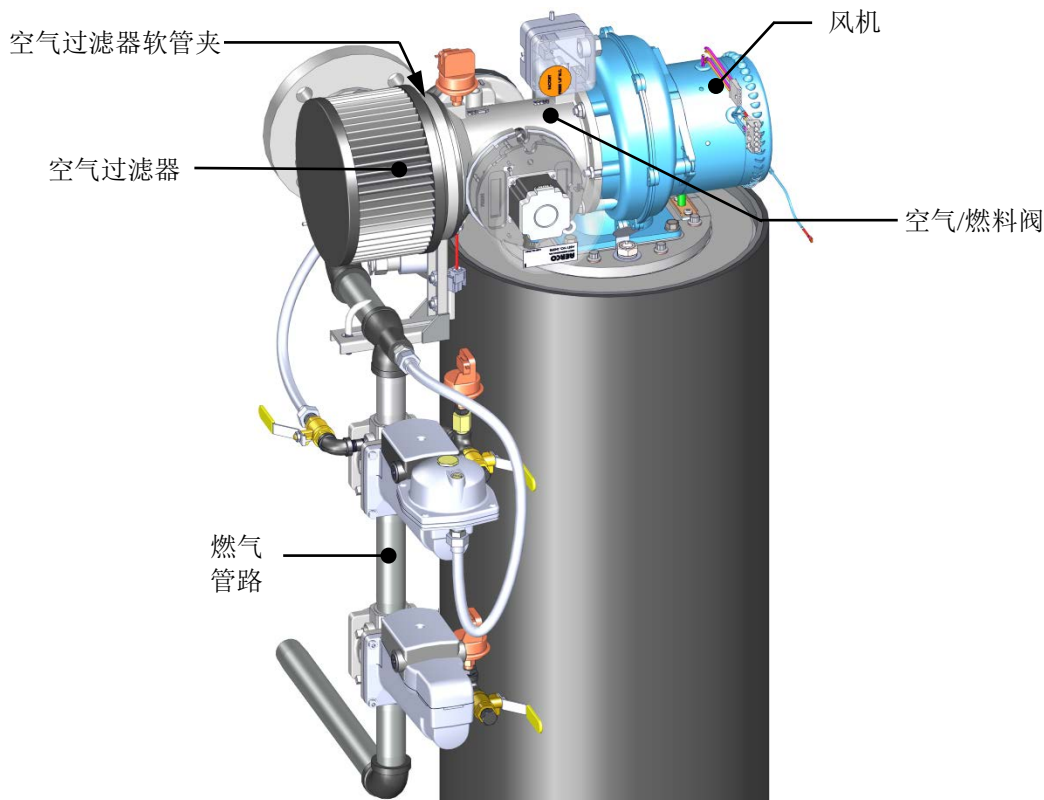

图 7-7: 空气过滤器位置
基准系列锅炉配有一个空气过滤器（部件号 **59139**），应每 12 个月清洁和重新上油，每 24 个月更换一次。空气过滤器位于空气/燃料阀的入口，如图 7-7 所示。
3. 请参见图 7-7，找到附于空气/燃料阀入口的空气过滤器。